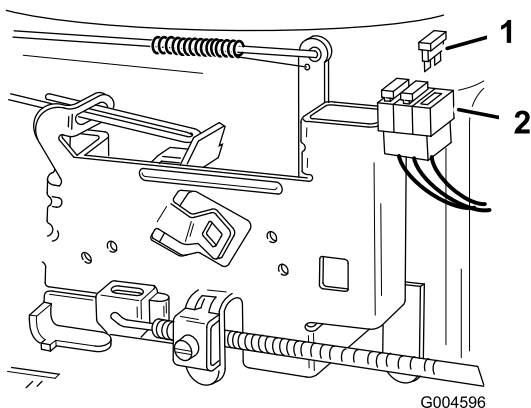

Figura 31
1. Tirate il fusibile (Figura 31) per estrarlo dall'attacco.